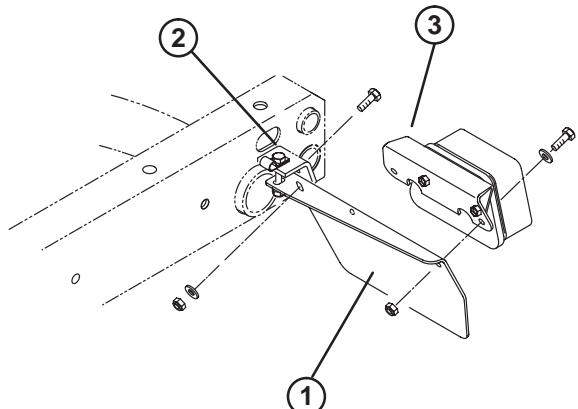

Bild 1
- Lockern Sie die Sicherungsmuttern und Kopfschrauben, mit denen die Rücklichtplatten an den rechten und linken Rahmenhalterungen befestigt sind (Bild 1).
- Befestigen Sie die Rückseite jeder Rücklichtplatte mit einer 5/16–18 x 1 Zoll langen Schraube, einer flachen Scheibe mit einem Innendurchmesser von 0,281 Zoll und einer Mutter hinten an den Rahmenhalterungen, siehe Bild 1.